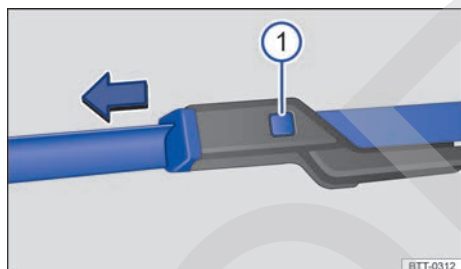

Fig. 141 Cambiar las escobillas de los limpiaparabrisas.
- Mantener la tecla de desbloqueo ⇒ fig. 141 Ⓛ presionada y, al mismo tiempo, retirar la escobilla de los limpiaparabrisas en el sentido de la flecha.